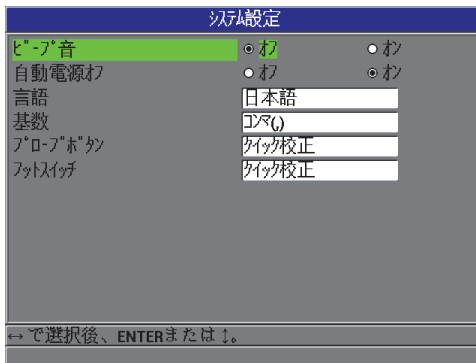

図 3-1 システム設定画面
3. システム 設定画面で（50 ページ図 3-1 参照）で、